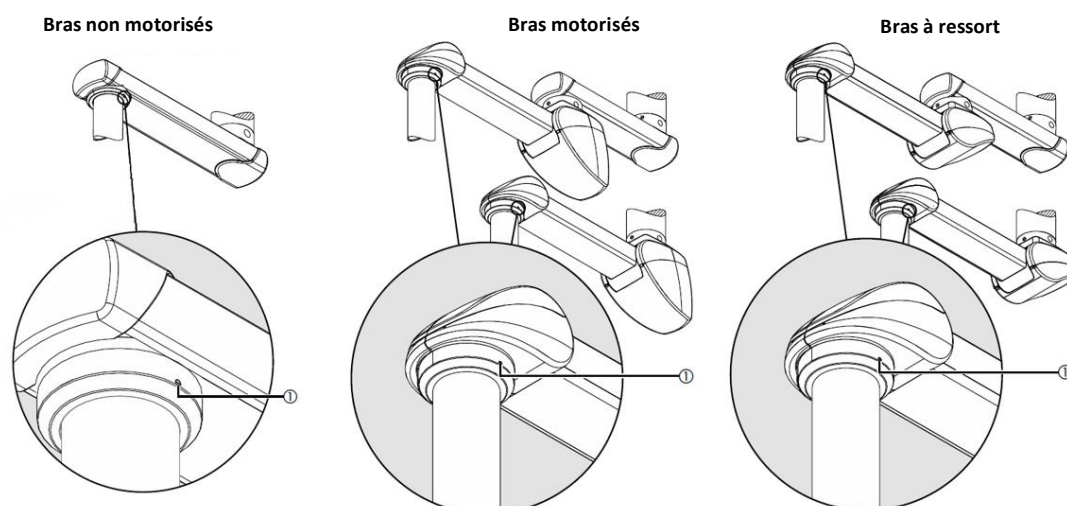

Fig.59 Réglage du frein à friction sur le tube de descente avec palier
- Pour les versions à double bras avec roulement à friction entre les deux, il est recommandé de monter 2 butées à billes (3) (voir Fig. 59). L'illustration détaillée montre le roulement intermédiaire (11) (sans bague extérieure) et la position de la vis de butée (1) dans les butées à billes (3).